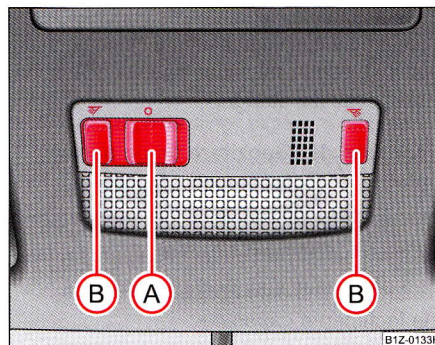

Fig. 48 Plafonul: Iluminarea interioară față
- Dacă apăsați întrerupătorul **A** spre stânga, apare simbolul  ⇒ fig. 48.